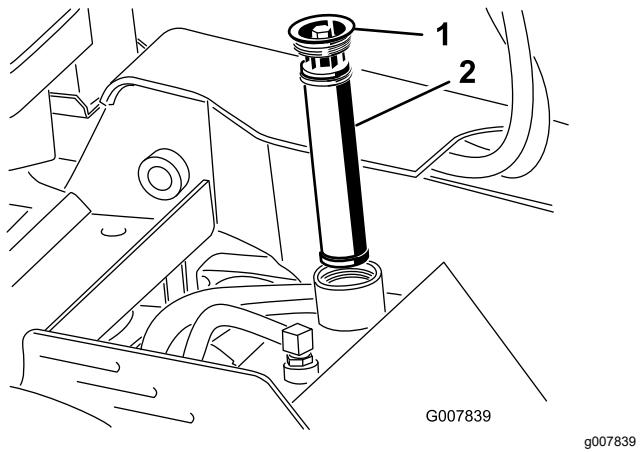

Bild 66
- Entfernen und entsorgen Sie alten Filter (Bild 66).
- Setzen Sie den Ersatzhydraulikfilter und den Fülldeckel (Bild 66) ein und ziehen Sie die Schraube oben bis auf 13-15,5 N·m an.
- Entfernen Sie den Fülldeckel des Hydraulikbehälters und den Filter (Bild 66).
- Setzen Sie den Hydraulikfilter und den Fülldeckel (Bild 66) ein und ziehen Sie die Schraube oben bis auf 13-15,5 N·m an.